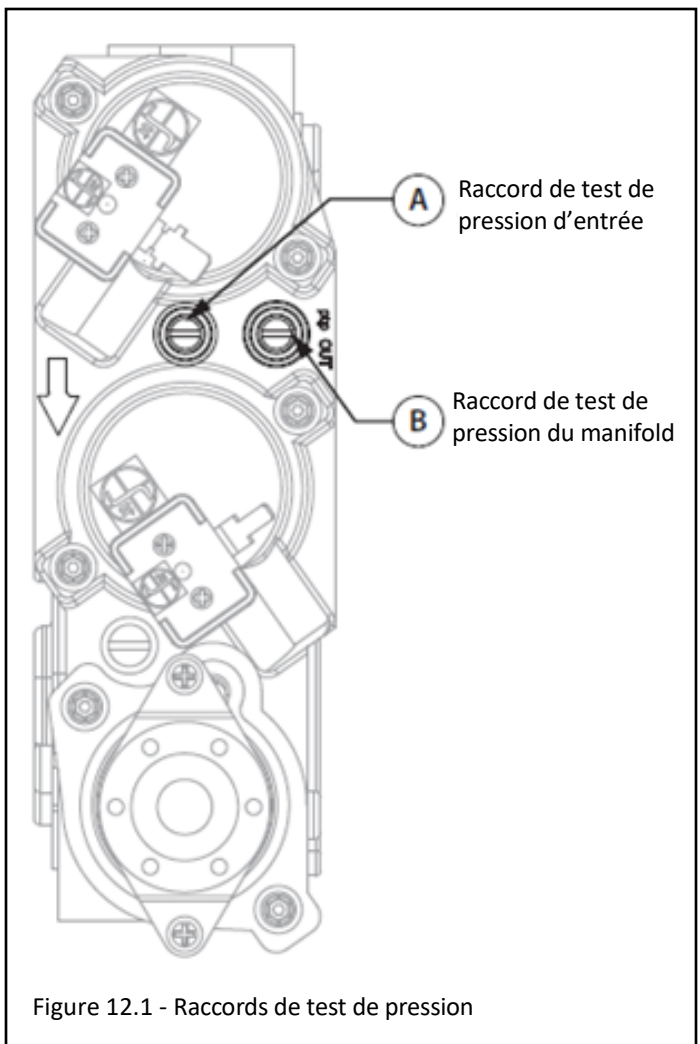

Figure 12.1 - Raccords de test de pression
1. Desserrez (sens antihoraire) la vis du raccord de test de pression d'entrée (IN). Voir (A) à la FIGURE 12.1.
5. Débranchez le tube avec manomètre et serrez (sens horaire) la vis du raccord de test de pression d'entrée (IN). La vis doit être serrée juste assez, mais pas trop.
6. Rallumez la veilleuse et les brûleurs. Puis, rebranchez le manomètre au raccord de test de pression d'entrée (A) pour vérifier que ce raccord est complètement étanche. Le manomètre ne doit indiquer aucune pression.
2. Desserrez (sens antihoraire) la vis du raccord de test de pression du manifold (OUT). Voir (B) à la FIGURE 12.1.
7. Branchez le manomètre au raccord de test de pression du manifold (B) pour vérifier qu'il est complètement étanche. Le manomètre ne doit indiquer aucune pression lorsque la veilleuse et les brûleurs sont allumés.